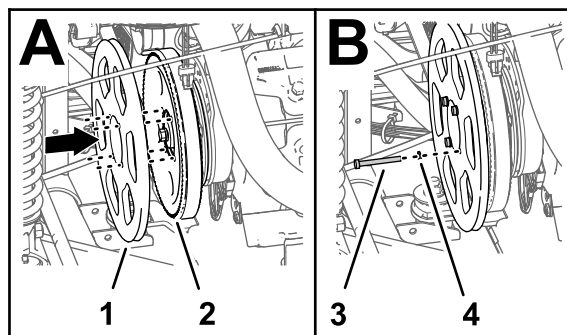

Figura 179
4. Alinee los orificios de la polea del alternador (kit) con los orificios de la polea de la bomba de fumigación (Figura 179).